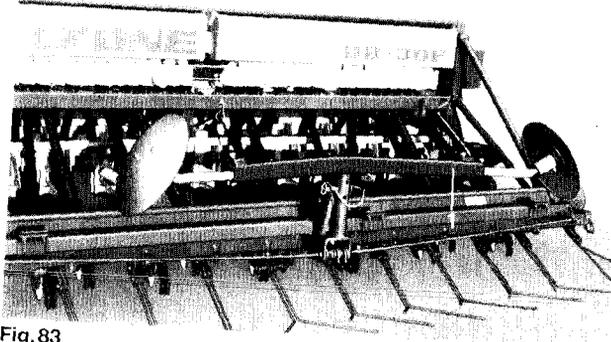
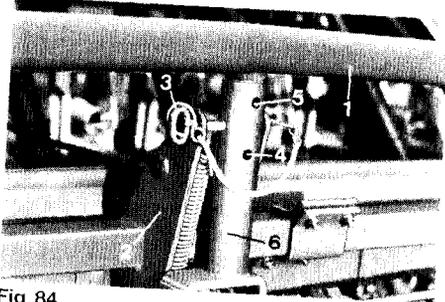
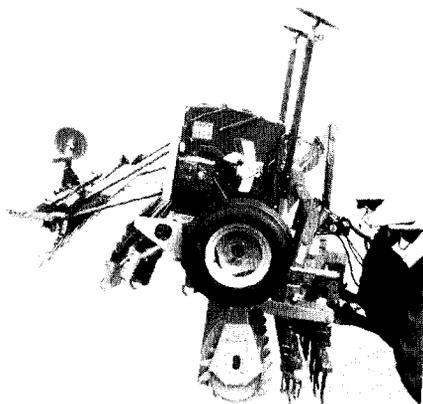

Fig. 83
Fig. 84
Fig. 85
El bastidor de tubo de los trazadores (fig. 84/1) se inclina, después de soltar el perno de sujeción (fig. 84/3), hacia el lado en el que está sujeto el disco trazador, y se coloca:
- por delante del taladro de sujeción (fig. 84/4), para trazado sólo al lado derecho,
- por detrás del taladro de sujeción (fig. 84/5), para trazado sólo al lado izquierdo.
En posición de transporte se levantan el bastidor de montaje (fig. 84/2) y el brazo soporte (fig. 84/6) y se fijan mediante un pasador (fig. 84/3). El dispositivo marcador de rodadas de pre-emergencia (fig. 83/1) se pliega totalmente hacia arriba y se posiciona justo encima del rascador de precisión. La fig. 85 muestra una combinación del sistema AMAZONE «a cuestras» y una D8-30 EN con un dispositivo de marcado de rodadas de pre-emergencia en posición de transporte.
En el **transporte por carretera** se desmonta el bastidor (fig. 84/1) con los discos trazadores.